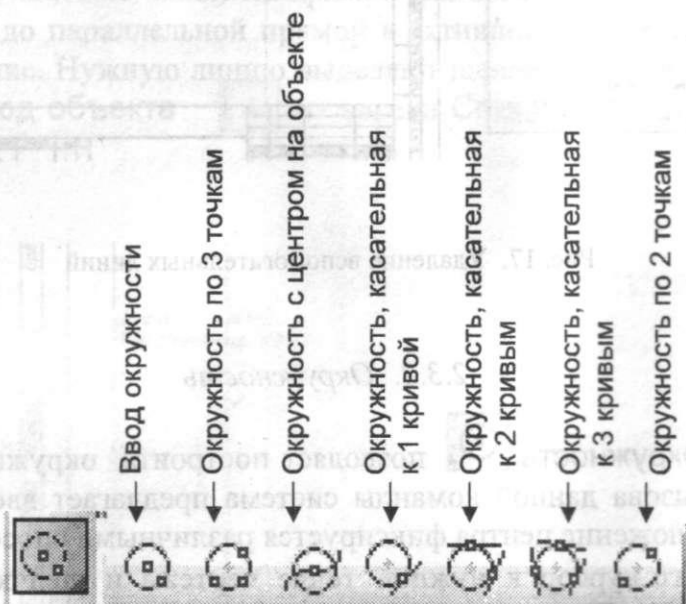

Рис. 19. Панель Расширенных команд кнопки **Окружность**
Панель **Расширенных команд** кнопки **Окружность** включает в себя операции, показанные на рис. 19.
- 5.4. Выполнить сопряжение окружностей дугой заданного радиуса (кнопка **Окружность**, касательная к 2 кривым  панели **Расширенных команд** операции **Окружность**, см. рис. 19).